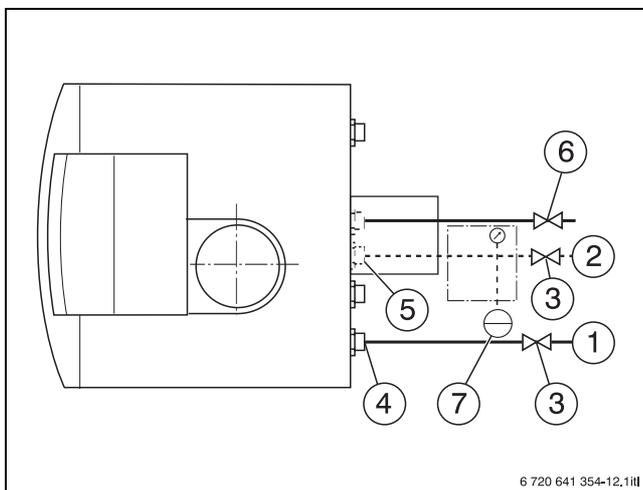

Fig. 14 Schema di collegamento dell'impianto idraulico
- ▶ Installare, a cura del committente, il vaso di espansione (AG) per il mantenimento della pressione dell'impianto nel ritorno, prima della pompa (→ fig. 14).
- ▶ Installare un rubinetto di carico e scarico (KFE) nel ritorno (→ fig. 14).